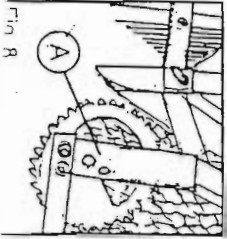

Fig. 9
3. Die Kardangelenkkräuze (fig. 9 – punkt A) mit zwei Pumpenspiessen einfeilen und die Gleitfähigkeit prüfen;